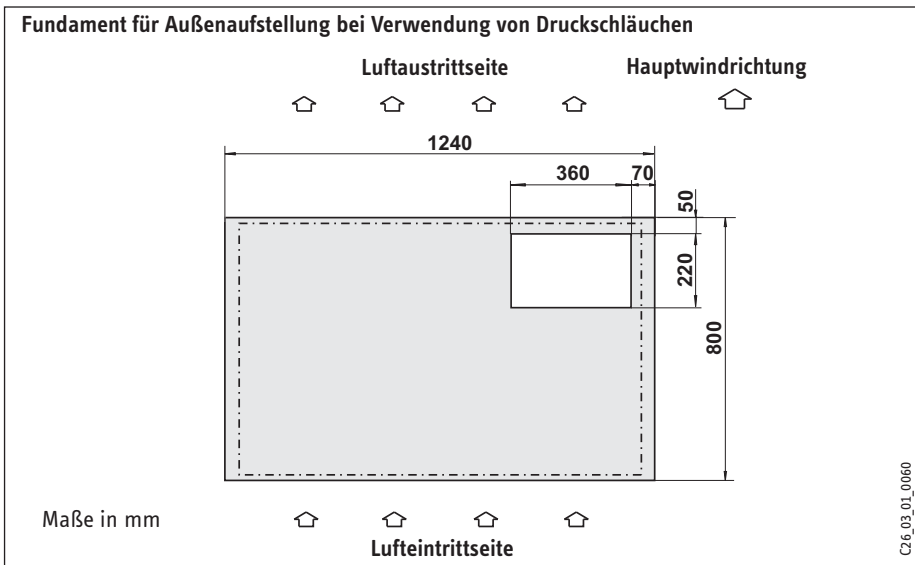

Abb. 4
- Fundament (Abb. 4)
Für die von unten in die Wärmepumpe einzuführenden Wasser- und Elektro-Installationsleitungen muss eine Aussparung (Freiraum) im Untergrund vorgesehen werden (Abb. 4 und 7).